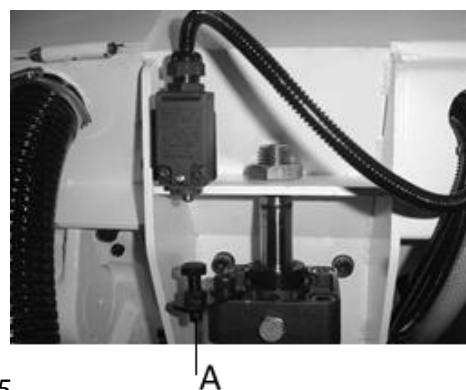

Рис.5
Нижнее положение пильной рамы, при котором заготовка отрезается полностью, зубья ленточного полотна не врезаются в поверхность стола, регулируется положением концевого выключателя (A, рис.5), расположенного с обратной стороны пильной рамы.
Значение скорости движения ленточного полотна регулируется перестановкой ремня (C) на шкивах (B), Рис.5.